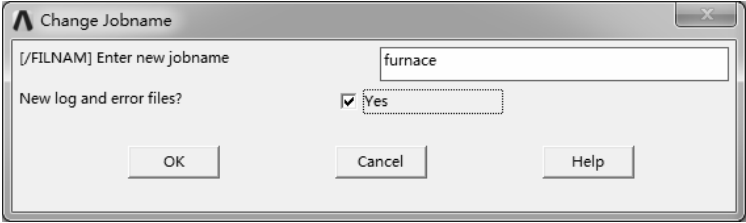

图 8-17 “Change Jobname”对话框
1) 选择“Utility Menu>File>Change Jobname”命令，弹出“Change Jobname”对话框，修改工程名称为“furnace”，如图 8-17 所示。单击“OK”按钮完成修改。